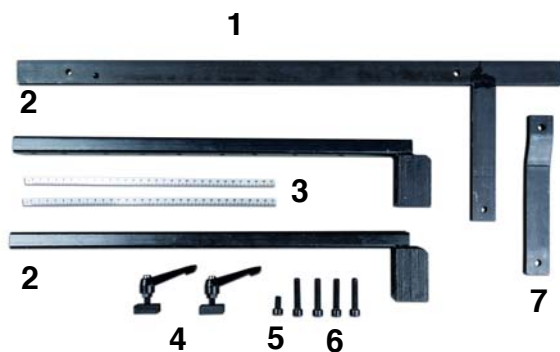

Abb. 8: Bestandteile des Hinteranschlags
Schritt 1: Schrauben Sie die zwei Führungsschienen 2 (Abb. 8) an den hinteren Bereich der Maschine (Abb.11) fest an. Verwenden Sie dazu die vier langen Schrauben 6 (Abb.8).
Schritt 3: Führen Sie den Klemmgriff 4 (Abb. 8 und 9) in die Bohrung am kurzen Ausleger des Anschlagswinkels 1 ein.